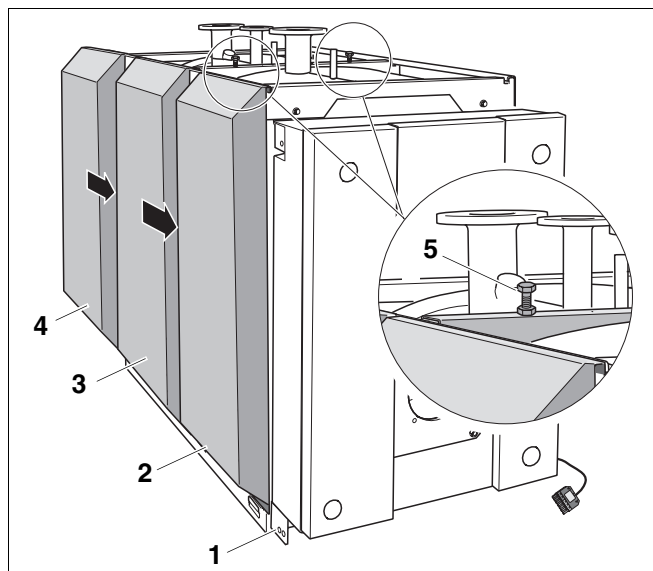

Fig. 32 Montage des panneaux latéraux gauches arrière et central
Pour simplifier le montage des panneaux latéraux centraux et arrières (fig. 32, **pos. 3** et **pos. 4**), laissez assez de place pour vos mains entre les panneaux latéraux pour pouvoir les accrocher.
- Placer le panneau latéral central (fig. 32, **pos. 3**) derrière les attaches du cadre de chaudière et accrocher avec le bord sur la traverse latérale.
- Glisser le panneau latéral central (fig. 32, **pos. 3**) contre le panneau latéral avant (fig. 32, **pos. 2**).
- Placer le panneau latéral arrière (fig. 32, **pos. 4**) derrière les attaches du cadre de chaudière et accrocher avec le bord sur la traverse latérale.
- Glisser le panneau latéral arrière (fig. 32, **pos. 4**) contre le panneau latéral central (fig. 32, **pos. 3**).
- Positionner la traverse centrale avec les 2 vis de réglage (fig. 32, **pos. 5**) de manière à ce que les panneaux latéraux soient parallèles.